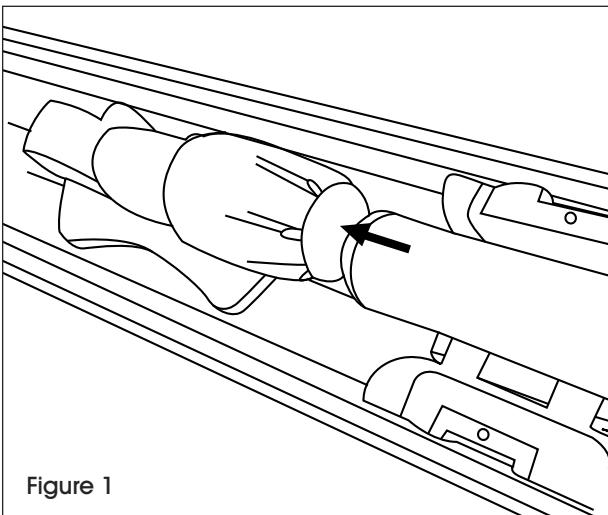

Figure 1
2. Insérez la petite extrémité du manche dans la tête de vadrouille. (Voir Figure 1)